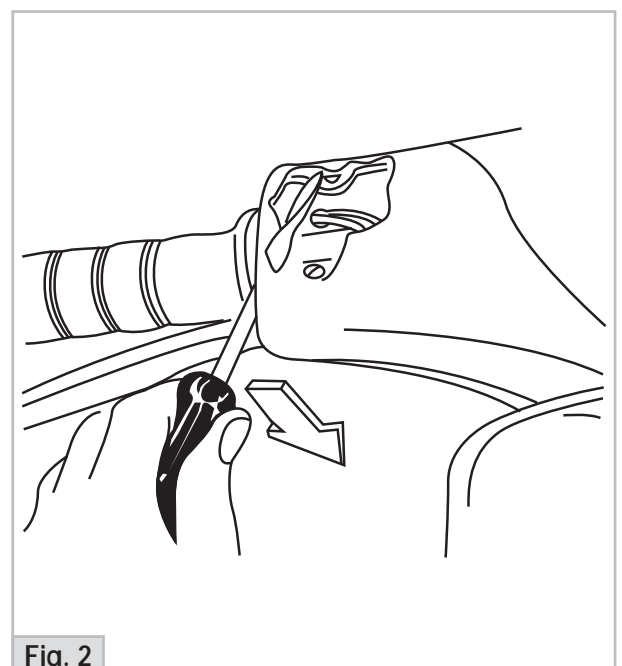

Fig. 2
- 3) Togliere i due coperchi del manubrio ponendo molta attenzione a non danneggiarli (vedi **Fig. 2**)
- 3) Remove the two plastic covers on handlebar, paying attention not to damage them (see **Fig. 2**).
- nicht zu beschädigen (vgl. **Fig. 2**).